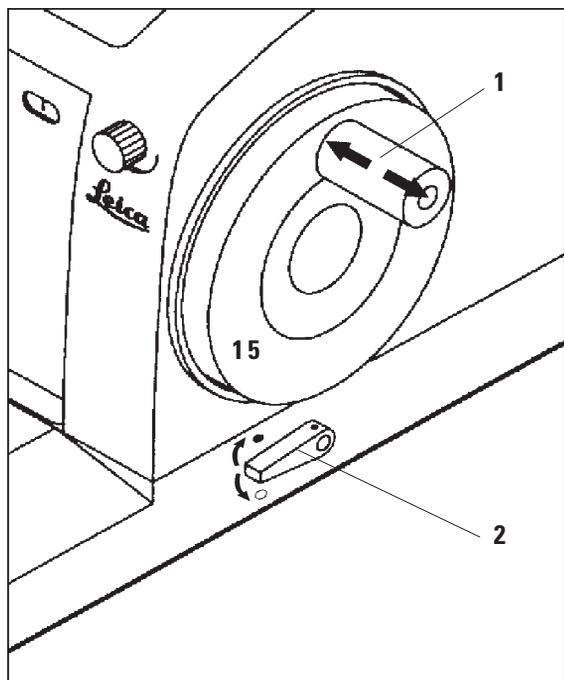

図 2
ハンドホイール (15) は 12 時の位置でロックすることができます (図 2)。
マイクロームベースプレートの右側にあるレバー (2) を使用すると、ハンドホイールがどの位置にあっても、ハンドホイールブレーキを作動させることができます。レバーを上方に押すと、ハンドホイールはロックされます。マイクロームベースプレート上には「ロック」と「ロック解除」のレバー位置を示す丸印が付いています (図 2)。